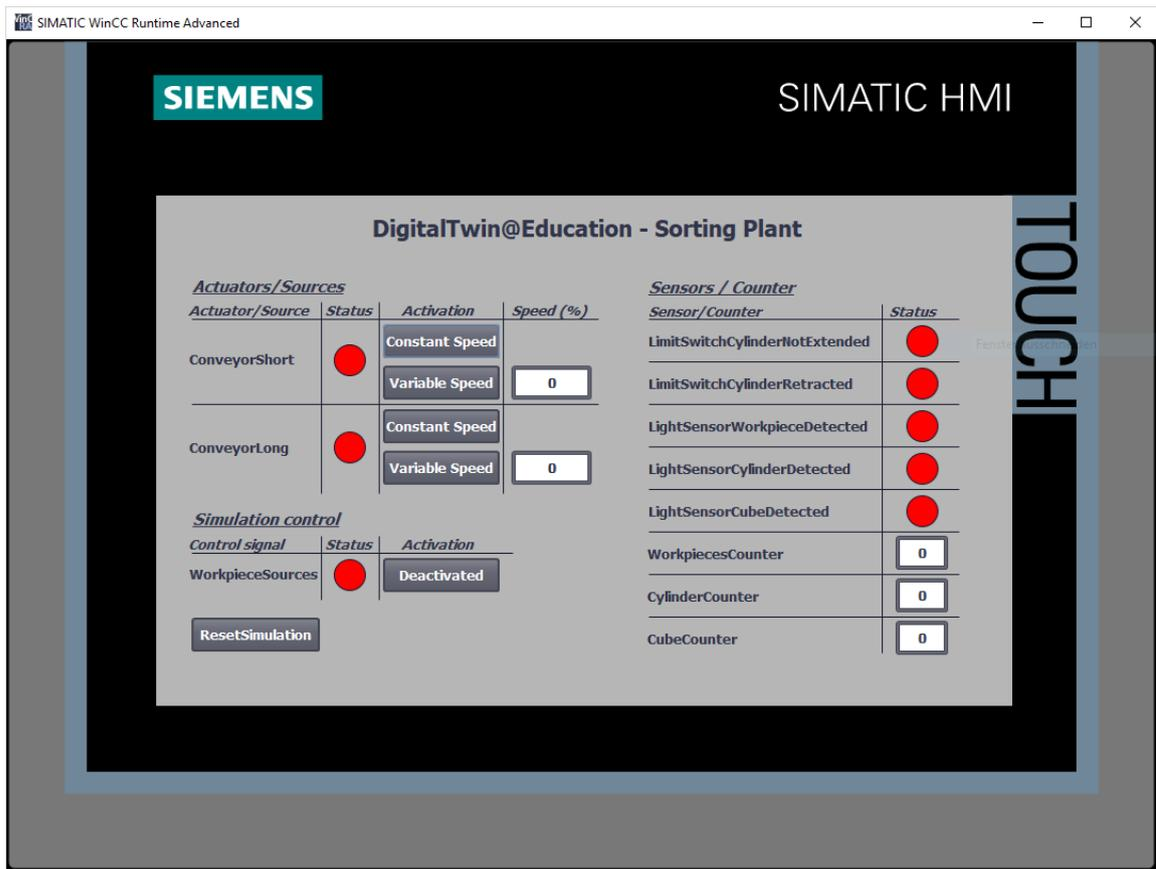

figura 15: Simulação HMI do controle de modelo no WinCC Runtime Advanced
- Em seguida, você deve primeiro verificar se os campos de entrada/saída têm um valor inicial, como "0" neste caso (ver figura 15 para comparação). Se os campos não foram inicializados, o que é evidenciado pela expressão "#####", a conexão configurada está incorreta. Você deve, portanto, verificar a configuração de hardware e a conexão da CPU1516F e HMI_TP700 novamente. Em caso de dúvida, consulte os documentos listados no capítulo 2 novamente.